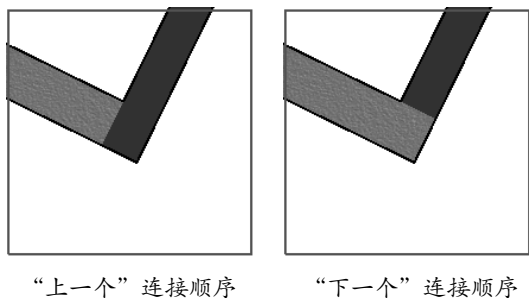

图 5-34
- 上一个/下一个: 当墙连接方式设为“平接”或“方接”时, 可以单击“上一个”或“下一个”按钮循环浏览连接顺序, 如图 5-34 所示。